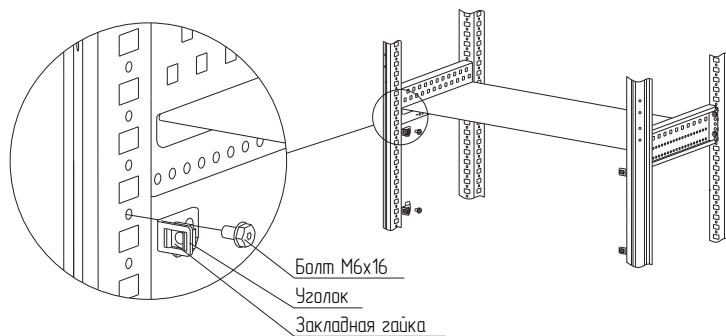

Рисунок 48
4.26.2 В уголки установить закладные гайки и закрепить на каркасе в местах, соответствующих высоте фальш-панели внешней (рисунок 48) болтами М6×16, момент затяжки – 7 Н·м.